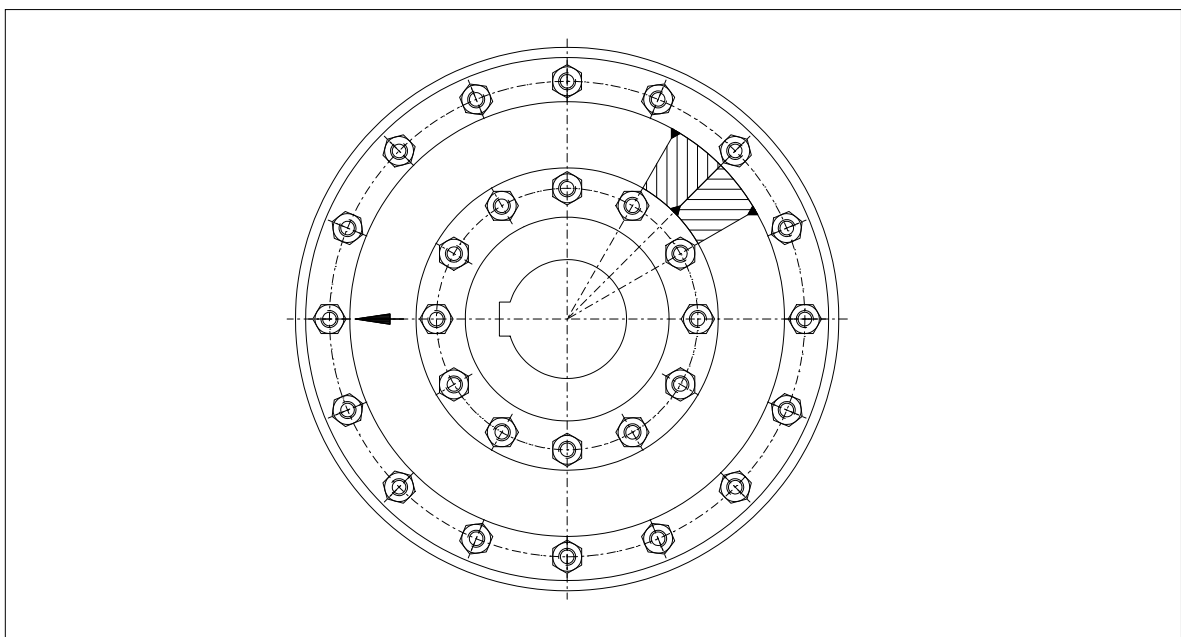

Bild 9: Verschleißprüfung
Die Funktionsfähigkeit der ELPEX-Kupplung ist allein am Torsionsversatz zwischen An- und Abtriebsseite kontrollierbar. Auf dem Elastikring (5) sind drei Dreiecke angebracht (siehe Bild 9). Befindet sich das innere Dreieck innerhalb der Zone, die von den beiden äußeren Dreiecken eingeschlossen ist, ist die Kupplung voll funktionsfähig. Sobald das innere Dreieck rechts oder links dieser Zone liegt, ist ein Auswechseln der Elastikringe (5) notwendig.